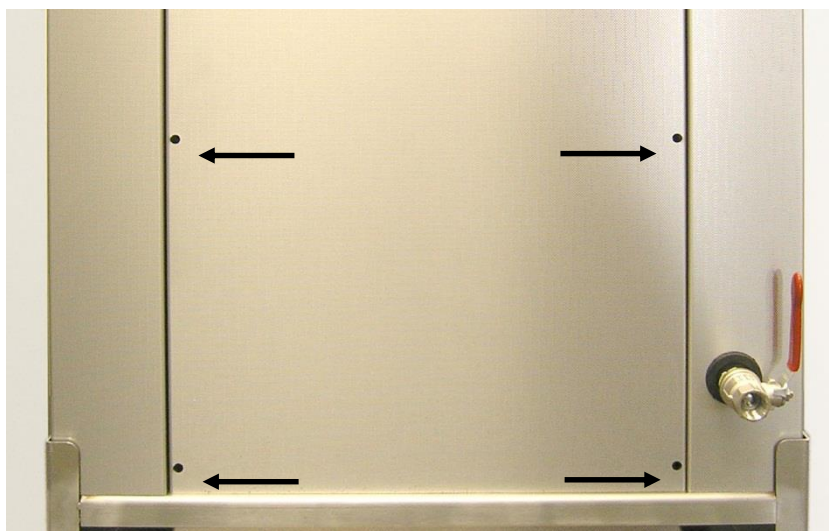

Рис. 9.5.1. Расположение винтов
1. Отверните 4 винта (см. Рис. 9.5.1).